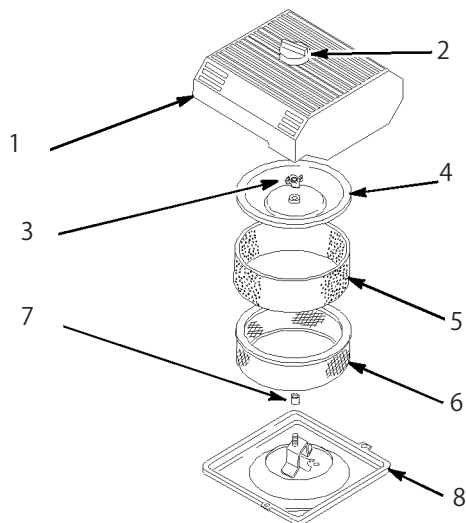

図31
3. エア・クリーナを外したときエンジン内部に異物が入らないよう、周辺をきれいに拭く(図31)。
4. エア・クリーナのカバーのノブをゆるめてカバーを外す(図31)。
5. ペーパー・エレメントからスポンジ・エレメントを注意深く取り外す(図31)。
6. カバー・ナットを外し、カバーとペーパー・エレメントを外す(図31)。
1. ペーパー・エレメントにスポンジ・エレメントを注意深く取り付ける(図31)。
3. カバー・ナットを取り付けて指締めする(図31)。
- カバーとノブとを取り付ける (図31)。